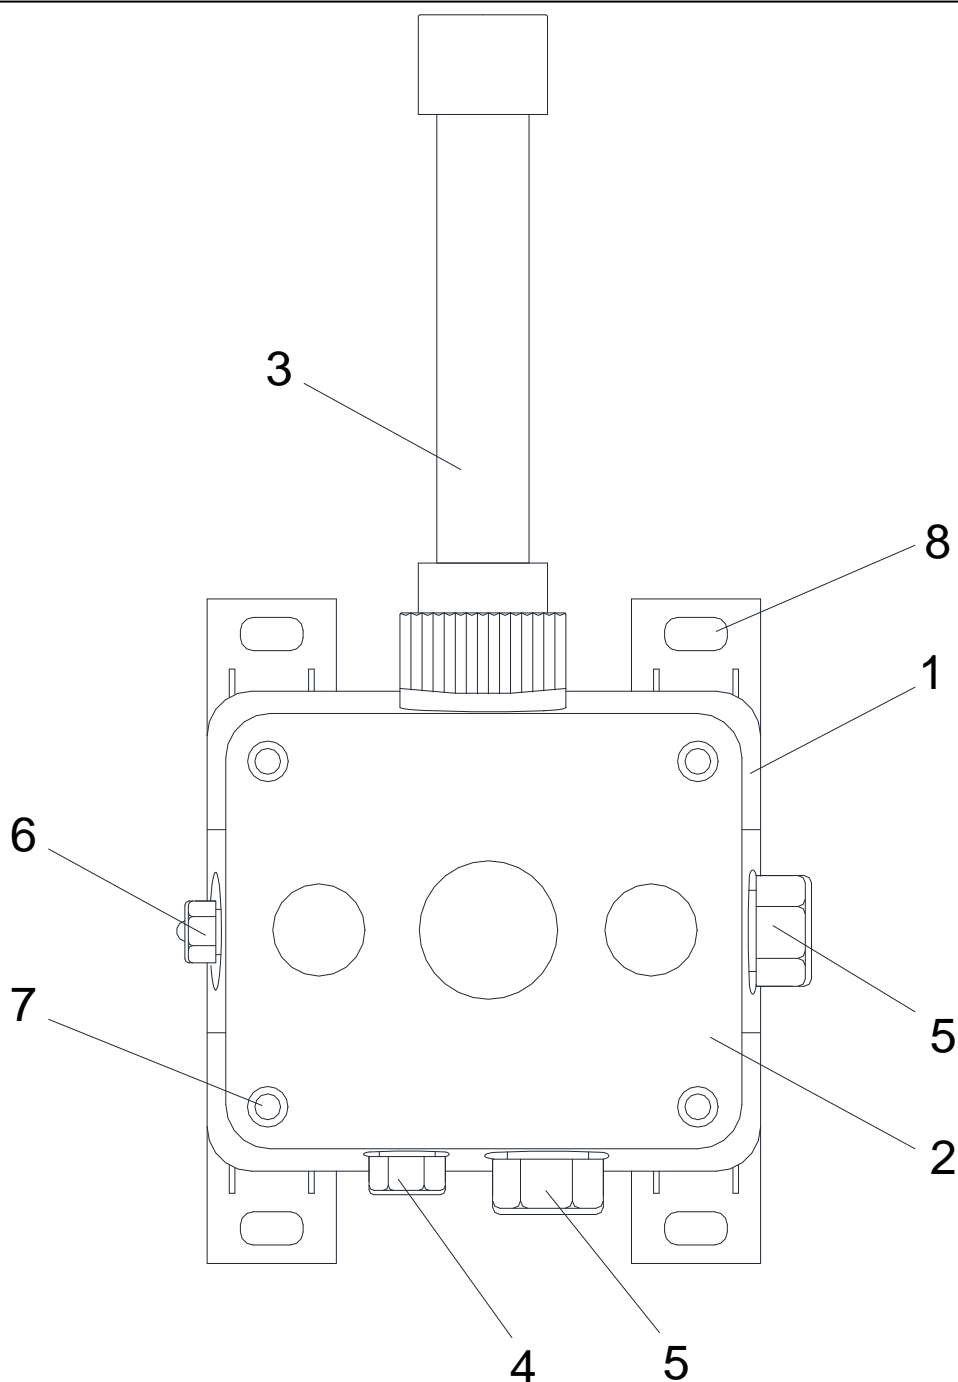

Рисунок 3.1 – Радиомодуль выносной «BPM».
3.2 Внешний вид Радиомодуля «ВРМ» приведен на рис. 3.1.
3.3 Конструктивно Радиомодуль «ВРМ» (рис. 3.1), представляет собой устройство в унифицированном корпусе **1** изготовленного из негорючего пластика с антистатическим покрытием и съемной крышки **2** из того же материала. Крышка **2** с уплотнителем крепится к корпусу **1** болтами с головкой под спецключ **7**.
6.7 После выполнения монтажных работ кратковременно подать напряжение питания. При правильном подключении Радиомодуля «ВРМ» светодиод **6** (рис. 3.1) светится зеленым и красным (на вид оранжевым) - индицируют наличие входного напряжения и обоих интерфейсов RS IN и RS OUT.